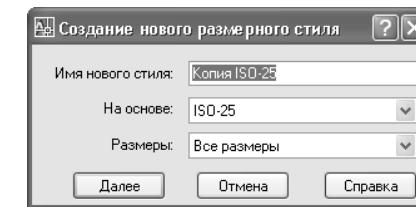

Рис. 11.2 ▶ Окно **Создание нового размерного стиля**
- В строке **Имя нового стиля** (New Style Name) открывшегося окна **Создание нового размерного стиля** (Create New Dimension Style) (рис. 11.2) введите вместо предложенного по умолчанию название нового стиля, например **ЕСКД**. В списке **На основе** (Start With) содержится стиль, на основе которого будет создан новый стиль. Поскольку по умолчанию в этом списке присутствует лишь стиль **ISO-25**, особого выбора у вас не будет. В списке **Размеры** (Use for) можно выбрать тип размеров, для которых будет определен новый стиль. Оставьте выбранное в этом списке значение **Все размеры** (All dimensions).